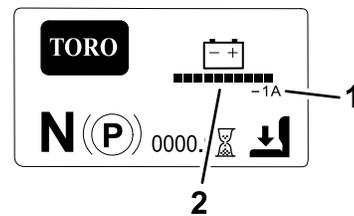

図 21
- **主画面 図 21**: キーが ON 位置にある時に、マシンの現在の情報を表示します。この画面には、バッテリーシステムの充電レベルと電流が表示されます。